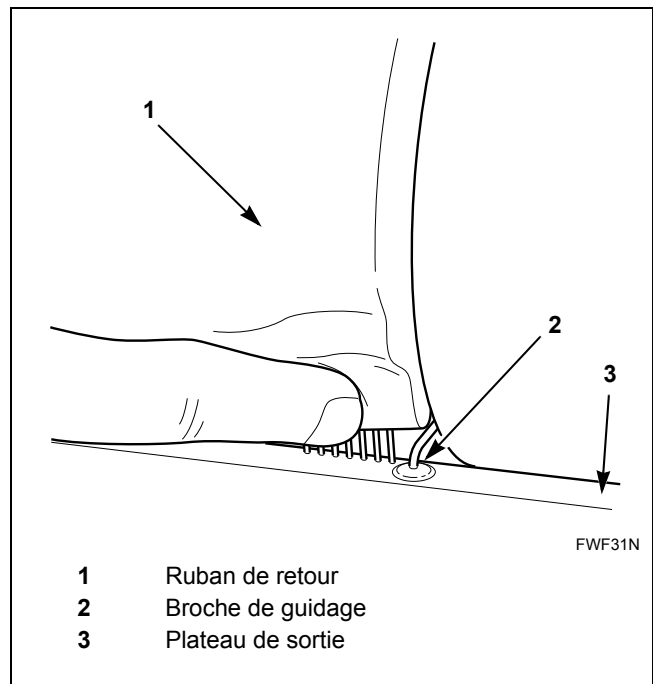

Figure 32
13. Vérifier que le ruban de retour neuf soit placé entre les broches de guidage du plateau de sortie à l'avant de la machine. Se reporter à la *Figure 32*.